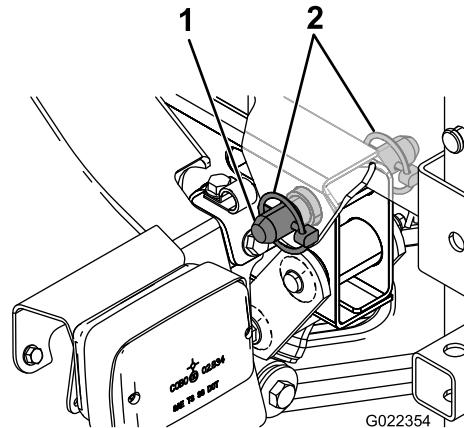

Figura 10
5. Aline os furos nos olhais de articulação na parte de trás do patim do depósito com os furos no tubo articulado da plataforma na extremidade da estrutura do veículo (Figura 10).
6. Instale um passador de forquilha afunilado e 2 pinos de sujeição no olhal de articulação para prender o depósito na estrutura (Figura 10).